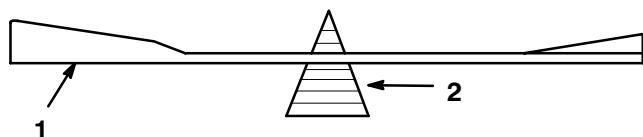

Figure 33
2. Vérifiez l'équilibre de la lame en la plaçant sur un équilibrEUR (Fig. 33). Si la lame reste horizontale, elle est équilibrée et peut être utilisée. Si la lame est déséquilibrée, limez un peu le dos de la lame. Vérifiez de nouveau et répétez la procédure jusqu'à ce que la lame soit équilibrée.